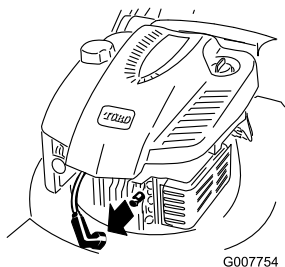

Figura 22
2. Desconecte el cable de la bujía (Figura 22) antes de realizar cualquier procedimiento de mantenimiento.